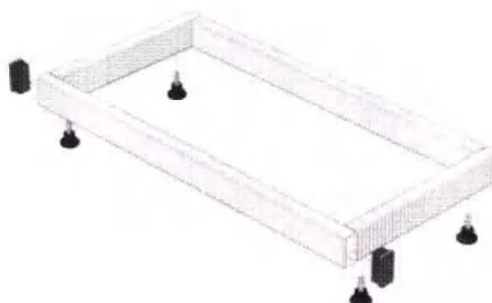

Рис.2-Сборка каркаса: ЛК-600-СМС-Г-Н, ЛК-900-СМС-Г-Н, ЛК-1200-СМС-Г-Н-1, ЛК-1500-СМС-Г-Н-1, ЛК-1200-СМС-Г-Н-2, ЛК-1500-СМС-Г-Н-2
[2] • Установить в раму регулируемые опоры (Рис. 2);
• Вставить заглушки 60х30 в раму (Рис. 2).